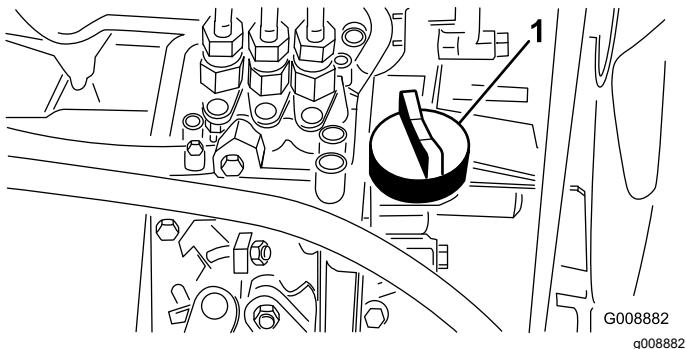

Bild 28
4. Entfernen Sie bei niedrigem Ölstand den Ölfülldeckel (**Bild 28**), gießen langsam kleinere Ölmengen ein und prüfen den Stand regelmäßig, bis die Voll-Markierung am Peilstab erreicht wird.